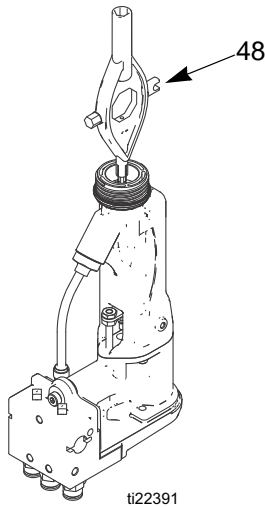

FIG. 19. Elektrodu Deęiřtirme
3. Çok işlevli alet (48) ile elektrotu (3) sökün. FIGURE 19.